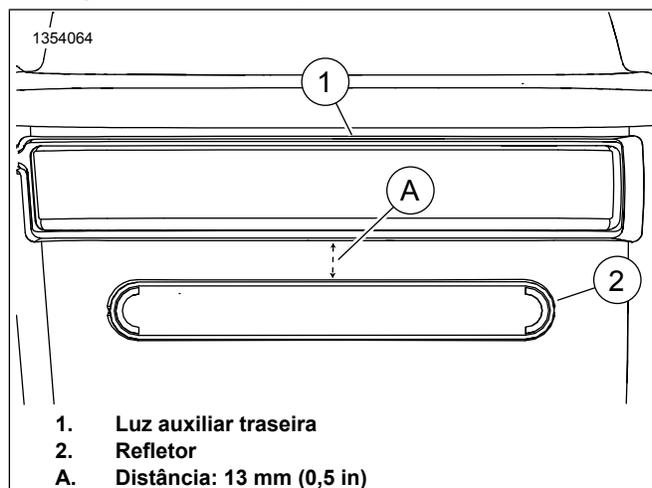

Figura 8. Colocação do refletor
- b. Ver Figura 8 . Coloque o refletor (2) no centro da parte de trás do saco e Distância: 13 mm (0,5 in) abaixo da luz auxiliar traseira (1).